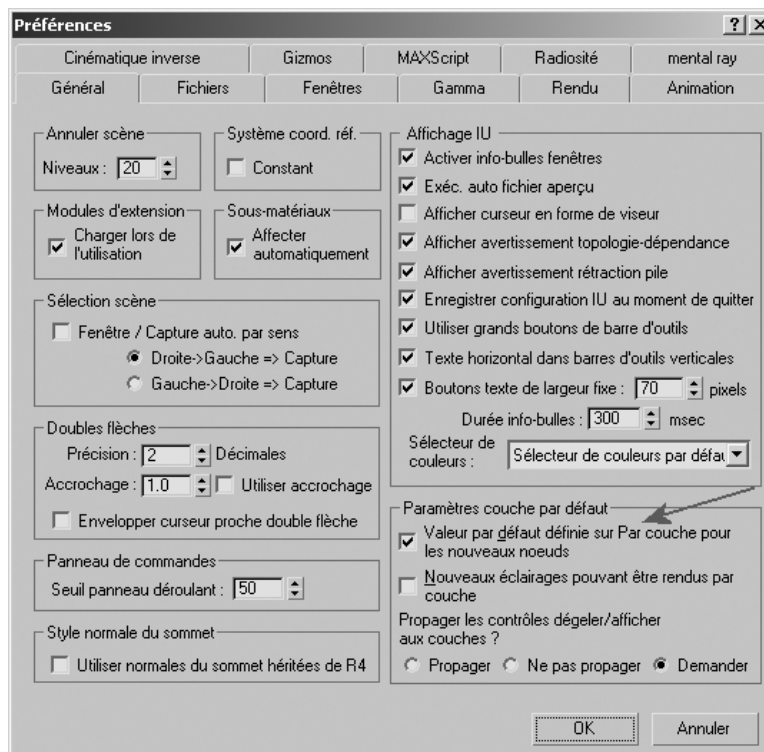

Fig.9.7
- Les objets créés sur une couche différente de « 0 » : ils prennent la couleur de la couche, si le champ **Valeur par défaut définie sur Par couche** de la boîte de dialogue **Préférences** est cochée (fig.9.7). Dans le cas contraire la couleur est distribuée comme pour la couche « 0 ».